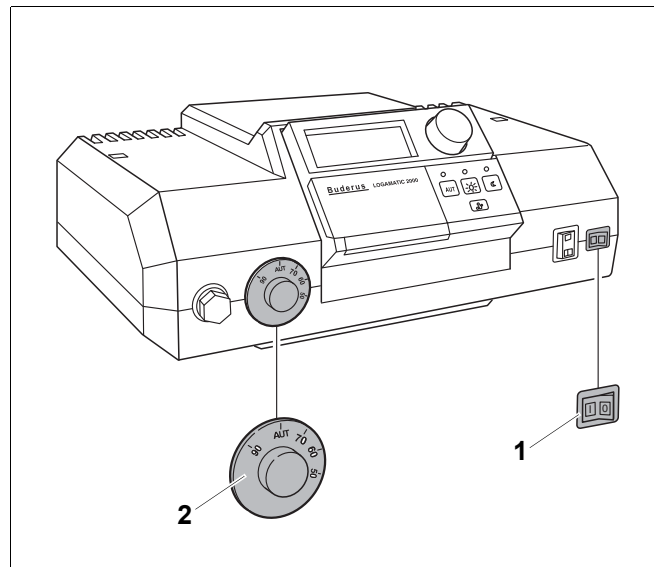

Рис. 27 Система управления Logamatic 2000
- Установить пусковой выключатель (Рис. 27, **поз. 1** или Рис. 28, **поз. 1**) в положение "I" (ВКЛ).
- Регулятор температуры котловой воды (Рис. 27, **поз. 2** или Рис. 28, **поз. 2**) установить на "AUT". При регулировании с поддержанием постоянной температуры установить нужное значение (минимум 65 °С).